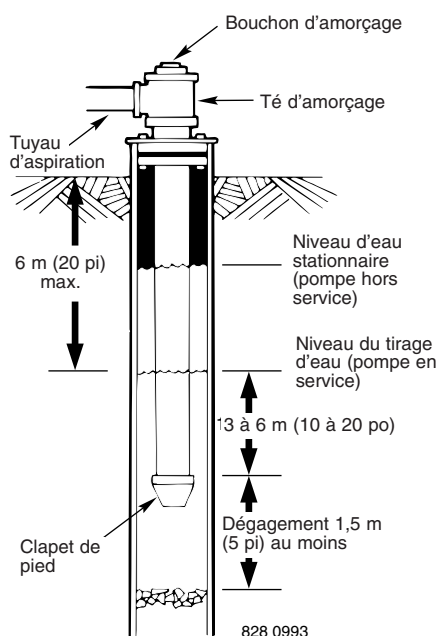

Figure 1: Installation de puits cuvelé/creusé
- 5 ° Avec un clapet de pied, il est conseillé d'utiliser pour l'amorçage une connexion en té et un bouchon. (Fig. 1)
REMARQUE : Pour les longs chemins de câblage à l'horizontale, monter une connexion d'amorçage en té entre le clapet de retenue et la tête du puits (Fig. 1). Pour les installations par points de puisage menés, installer un clapet de retenue sur la tuyauterie. Vérifier si la flèche indiquant le flux du débit sur le clapet de retenue est orientée **en direction** de la pompe.